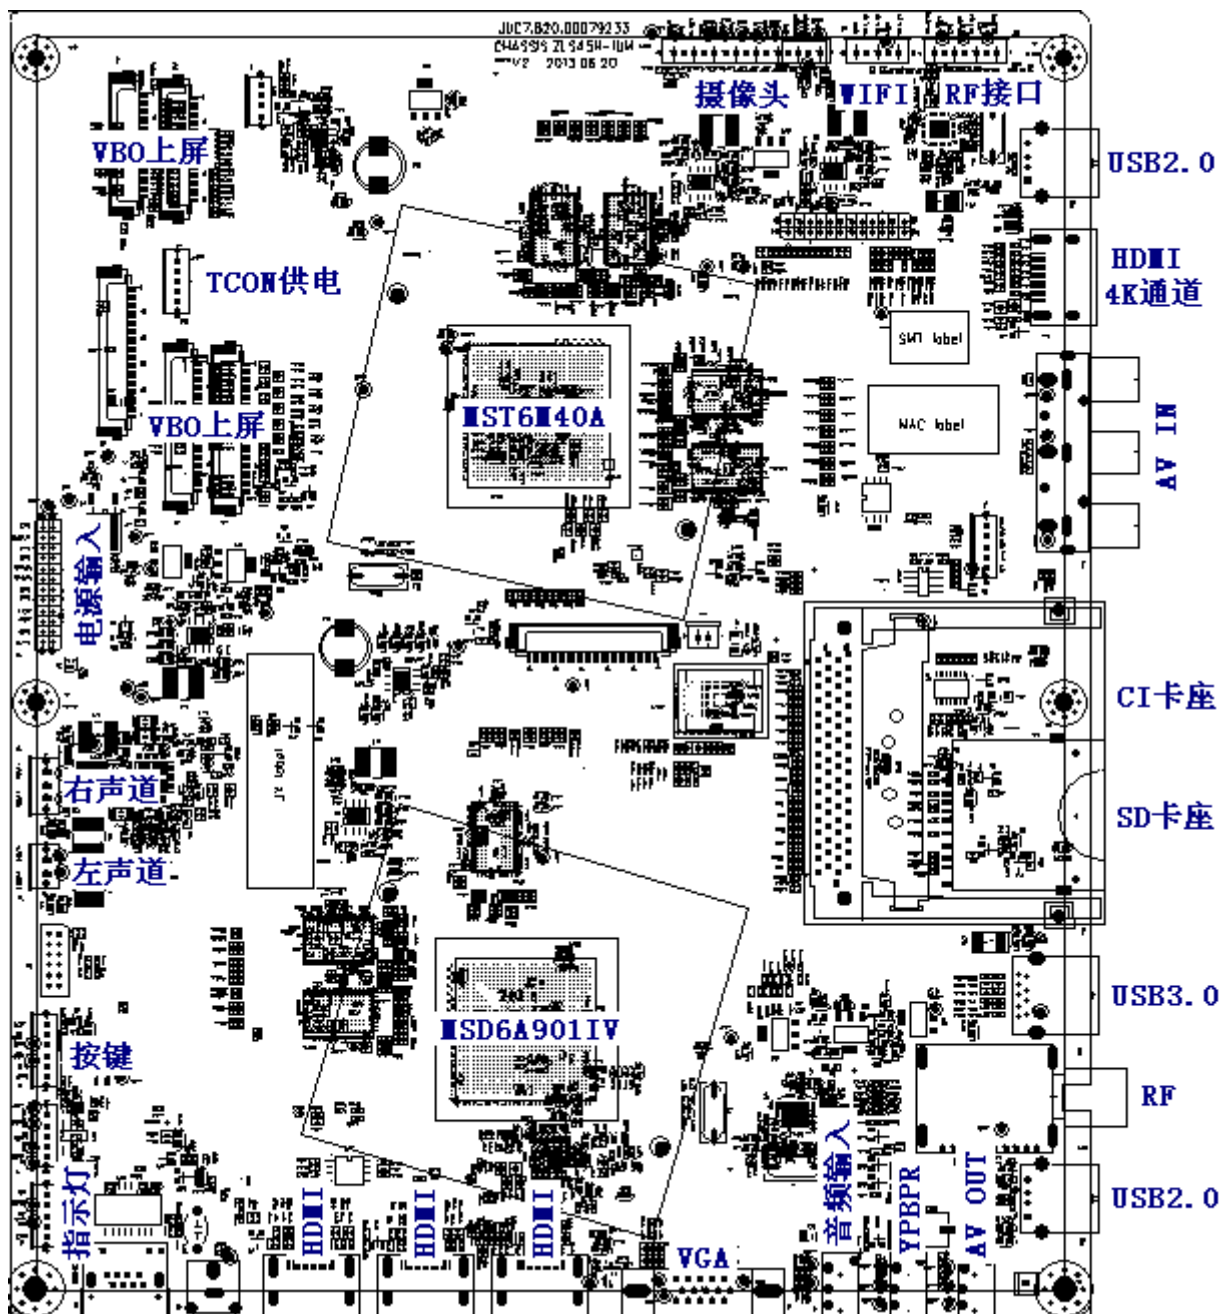

图 4 ZLS45H-IUM 机芯 (UD55B8000i) 主板布局示意图
4、UD55B8000i 的主板印制板布局及主要元器件位置示意图 4: